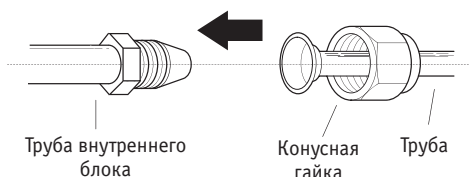

Рис. 27
- Совместите центры двух соединяемых труб. См. рис. 27.